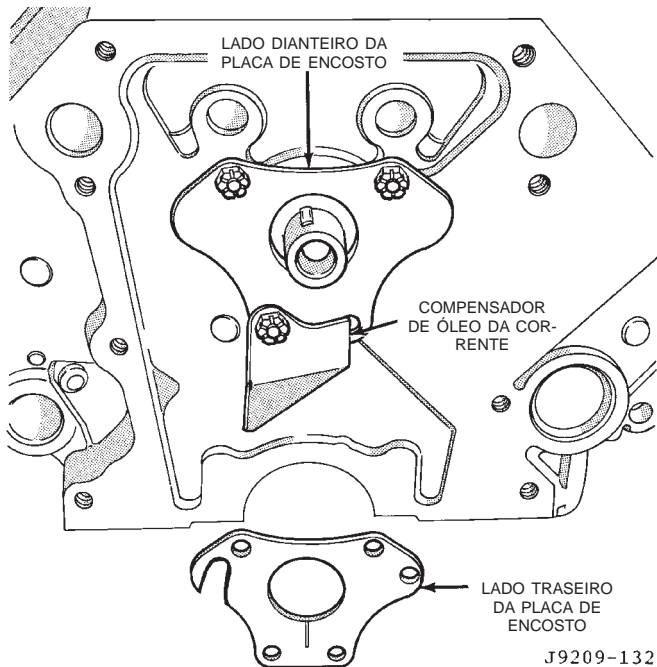

Fig. 39 Instalação do Compensador de Óleo da Corrente de Distribuição
- (2) Remova o Condensador do A/C (se equipado).
- (3) Remova a tampa do motor.
- (4) Remova coletor de admissão. Consulte o Grupo 11, "Sistema do Escapamento e Coletor de Admissão" para obter os procedimentos corretos.
- (5) Remova as tampas do cabeçote de cilindros.
- (6) Remova a tampa da caixa de regulagem e a corrente de distribuição.
- (7) Remova os braços do balancim.
- (8) Remova as varetas e os tuchos. Identifique cada peça para que possa ser instalada na sua localização original.
- (9) Remova o distribuidor e levante a bomba de óleo e o eixo propulsor do distribuidor.
- (10) Remova a placa de encosto do eixo de comando das válvulas, anote a localização do compensador de óleo (Fig. 39).